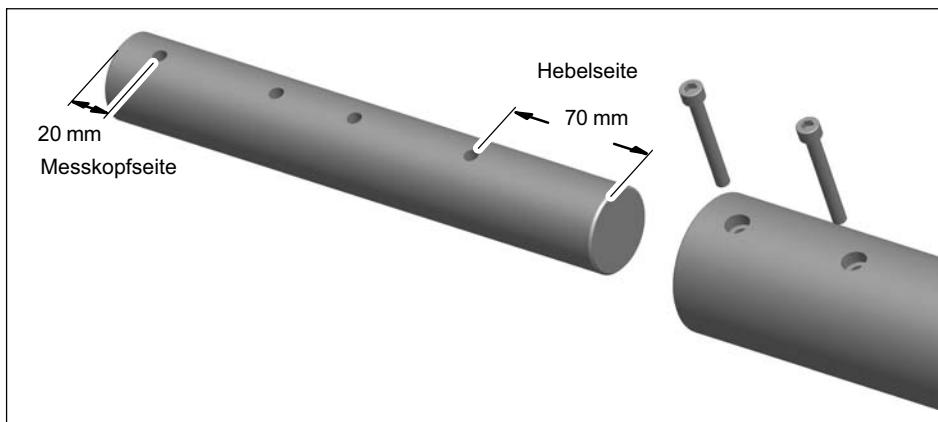

Abb. 5.7 Seitenorientierung des Verbindungsbolzens,
- Befestigen Sie zunächst den Verbindungsbolzen des Hebels mit zwei der mitgelieferten Innensechskantschrauben (SW 5) im Messkopf. Beachten Sie dabei die richtige Seitenorientierung nach Abb. 5.7.